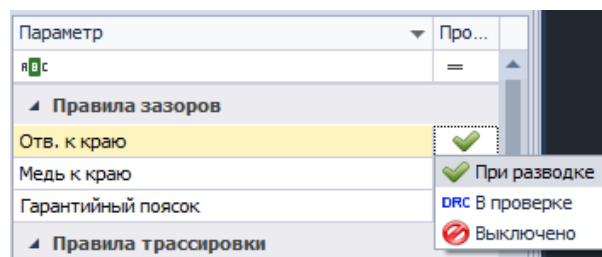

Рис. 377 Изменение типа проверки правила
2. Нажать на значок проверки в отобразившемся списке и выбрать требуемый режим контроля, см. Рис. 377.